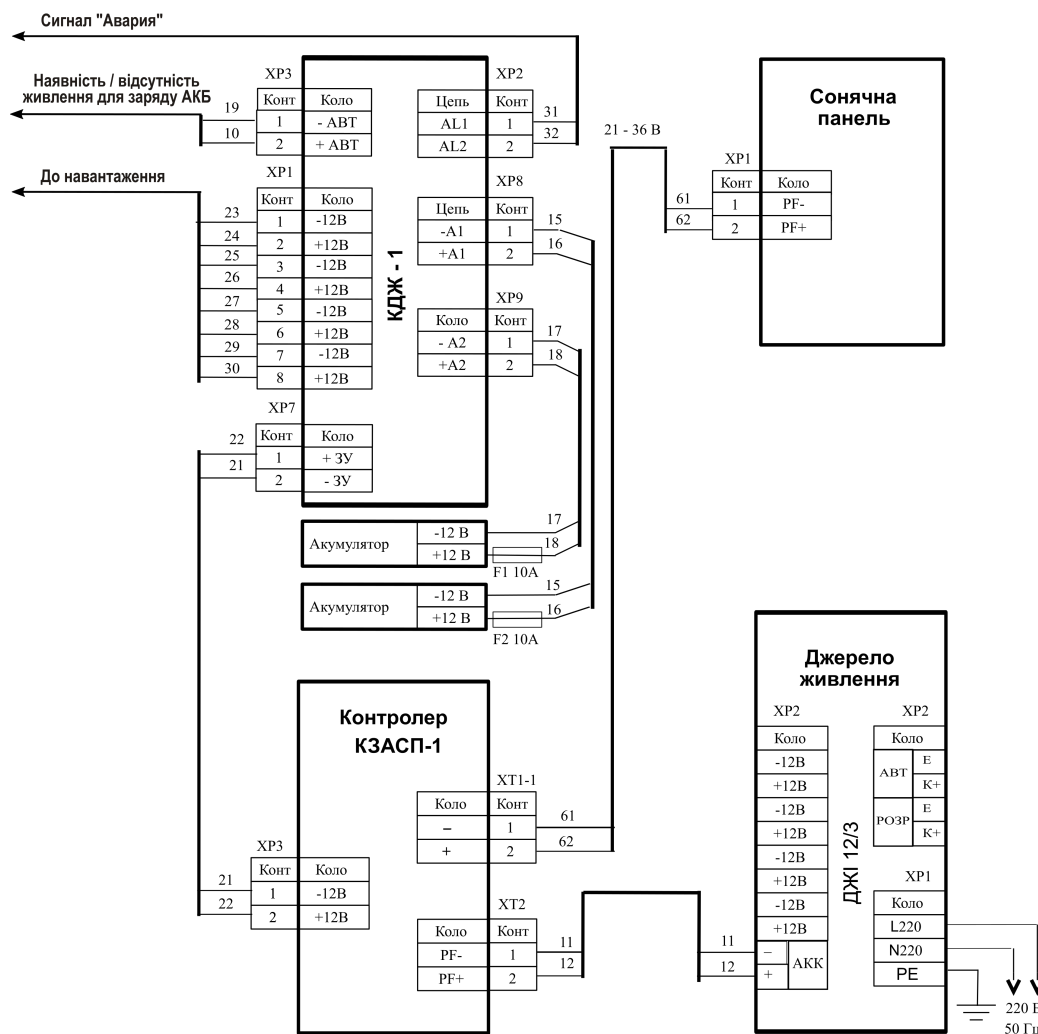

Рис. 5. Схема електричних з'єднань при використанні Контролера джерела живлення КДЖ-1
3.4 Схема електричних з'єднань спільного застосування ДЖІ-12/3 з Контролером джерела живлення КДЖ-1 показана на Рис.5